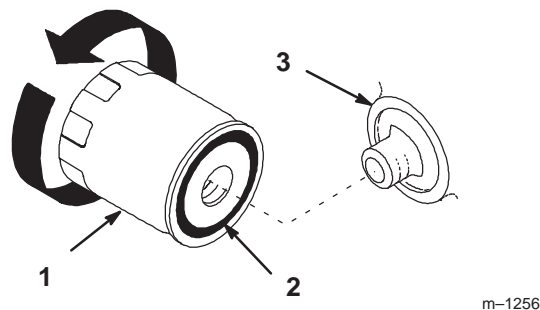

Figure 25
2. Déposez le filtre à huile usagé et essuyez la surface du joint de l'adaptateur (Fig. 25).
5. Appliquez une fine couche d'huile neuve sur le joint en caoutchouc du filtre de rechange (Fig. 25).
6. Posez le filtre à huile de rechange sur l'adaptateur. Tournez le filtre dans le sens horaire jusqu'à ce que le joint en caoutchouc touche l'adaptateur, puis donnez 1/2 tour supplémentaire (Fig. 25).